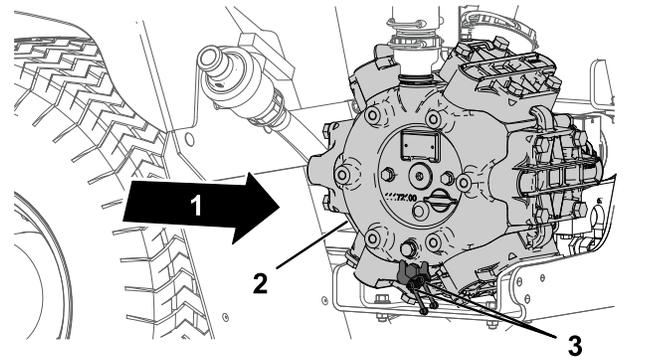

Figura 61
- Limpe os 2 bocais de lubrificação remotos (Figura 61).
- Ponto de lubrificação (2)
- Introduza o lubrificante no bocal de lubrificação remoto (Figura 61).